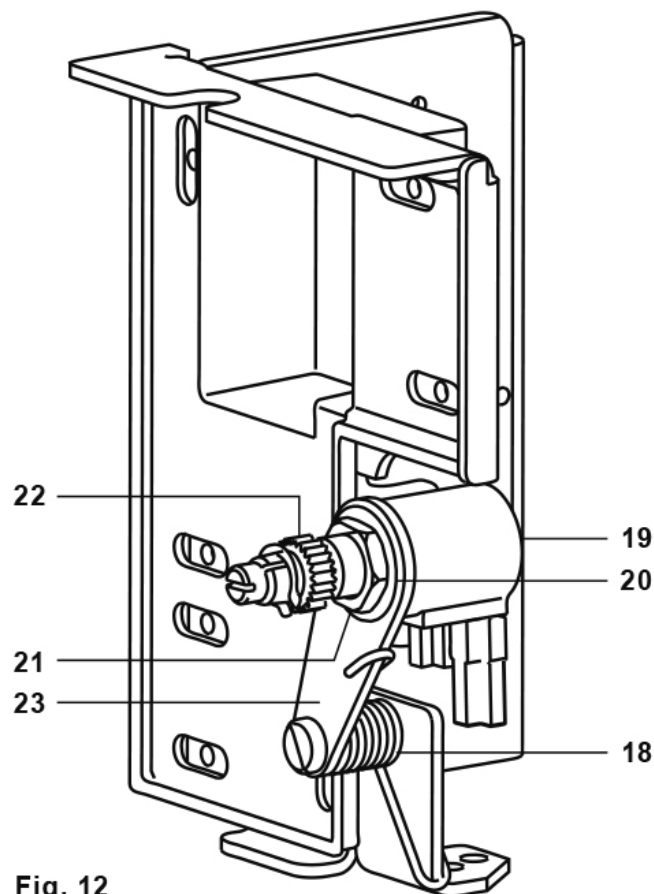

Fig. 12
- Insérer le potentiomètre (19) dans l'équerre pré-formée de l'actionneur (23).
- Repositionner la rondelle de localisation (20) et sécuriser fermement l'écrou (21).
- Alors insérer le ressort (18) sur l'équerre comme indiqué sur la Fig. 12.